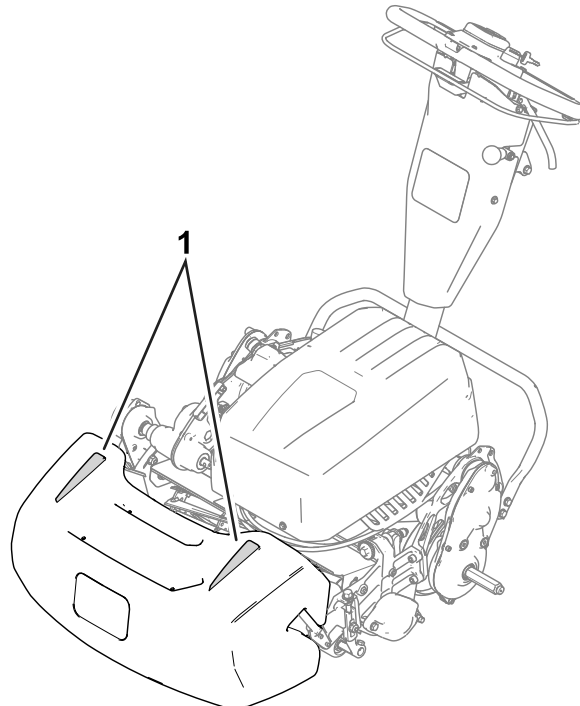

Figura 20
- Para ayudar a mantener una línea recta a través del green y mantener la máquina a la misma distancia de la pasada anterior, utilice las señales de alineación del recogedor (Figura 20).